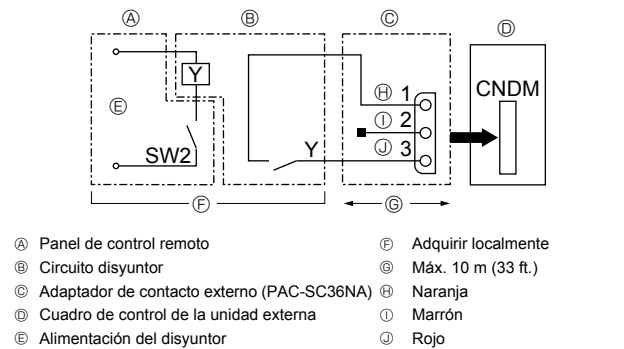

Fig. 10-2
① Complete el circuito como se muestra utilizando el adaptador de contacto externo (PAC-SC36NA). (Se vende por separado)
10.2. Función de demanda (modificación in situ) (Fig. 10-2)